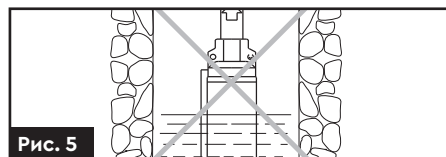

Рис. 5
- » Заборонено експлуатацію насоса при недостатньому рівні води в свердловині (колодязі) **(рис. 5)**, щоб уникнути роботи насоса без води.